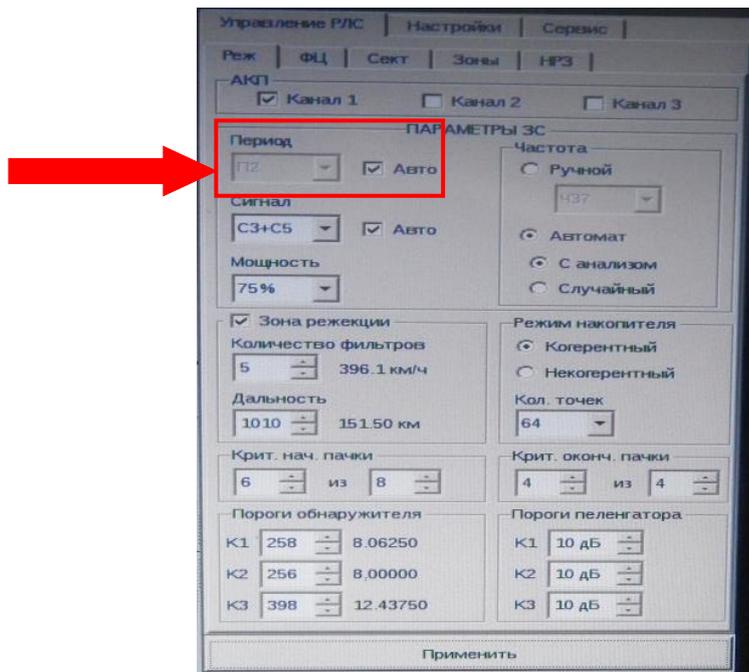

Рис. 2.35. Установка периода повторения
- период повторения – «Авто» (рис. 2.35);